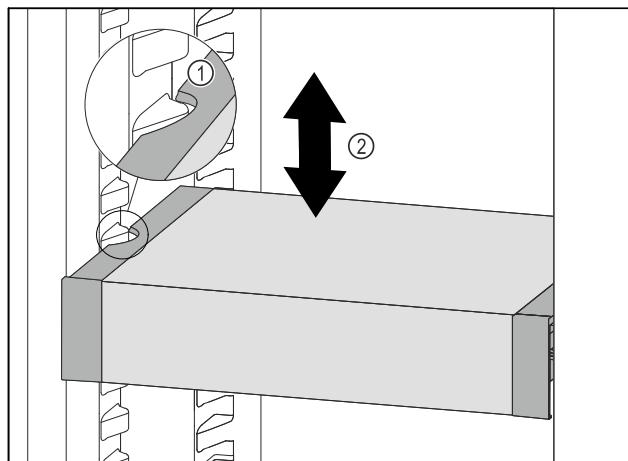

Fig. 118
- VarioSafe tiahajte dopredu, dokým sa bočné vybrania VarioSafe nebudú nachádzať vo výške rebra nádoby v chladničke. Fig. 118 (1)
- VarioSafe v chladničke presúvajte nahor alebo nadol, dokým sa dosiahne požadovaná výška. Fig. 118 (2)